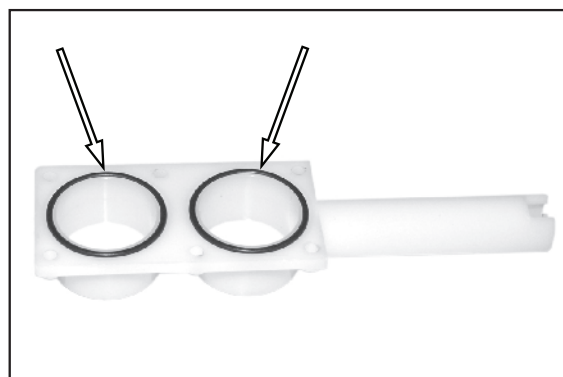

Рис. 65.
3. См. рис. 65. Осмотрите и, при необходимости, замените 2 шт. уплотнительных колец.